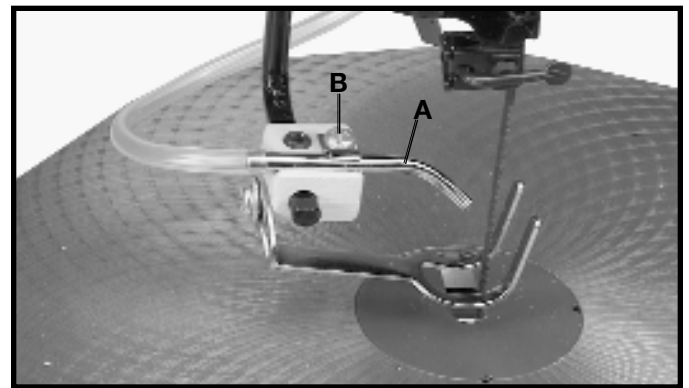

Fig. 35
Le dépoussiéreur (A) fig. 35, se déplace pour diriger l'air au point le plus efficace de la ligne de coupe en desserrant la vis (B) puis régler la buse (A), et resserrer la vis (B).